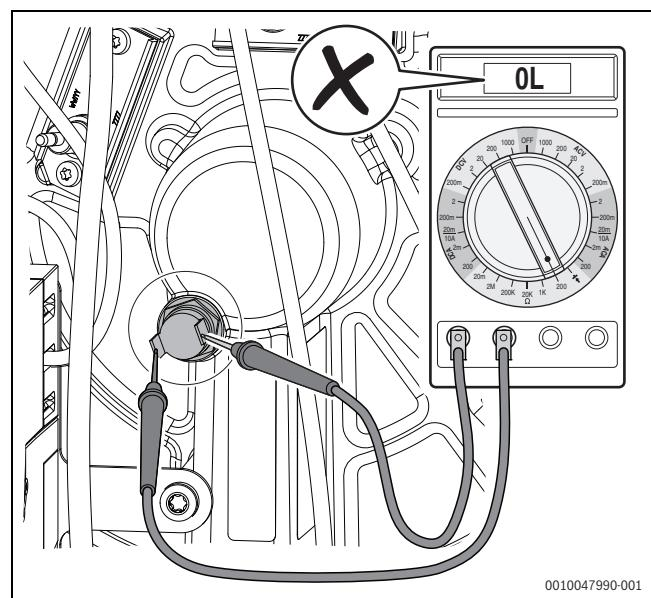

Bild 75 Elektrischen Widerstand an den Kontakten des Temperaturwächters messen (Temperaturwächter nicht in Ordnung)
- Wenn kein Wert angezeigt wird (→ Bild 75):